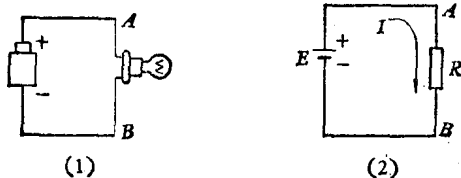
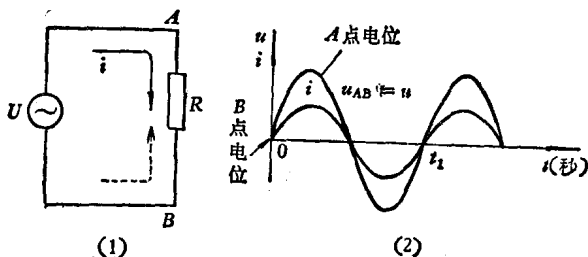

图 1-1
图 1-5
用导线把电源和负载连接起来，形成回路，在回路中就有电流流过，我们称作电路。图 1-1(1) 是把电源(电池)和负载(小灯泡)连接起来的实物图。常见的电路图上，往往是用符号及文字来表示。如图 1-1(2) 所示，直流电源用符号 $\text{—}| \text{—}^+$ 及文字 E 表示；电阻用符号 $\text{—}\square\text{—}$ 和文字 R 表示(这里的负载即小灯泡，实际也是一只电阻)等等。
我们已经知道，如果把电阻 R 接在直流电源上，如图 1-1(2)， A 点的电位总是比 B 点高，现在 R 接在交流电源上面，如图 1-5(1)， A 点的电位有时比 B 点高，有时比 B 点低，有规律地不断变化着，如图 1-5(2) 所示，所以在 R 上流过的电流也相应地有规律地变化着。图 1-5(2) 中，交流电压随时间是按正弦曲线变化的，故叫正弦交流电。
我们看图 1-5(2) A 点电位的变化情况。一开始, A 点电位和 B 点电位相等 $\rightarrow A$ 点电位比 B 点高 $\rightarrow A$ 点电位和 B 点电位相等 $\rightarrow A$ 点电位比 B 点电位低 $\rightarrow A$ 点电位和 B 点电位相等, 从 0 至 t_1 的时间称为一个周期, 用 T 表示, 单位是秒。